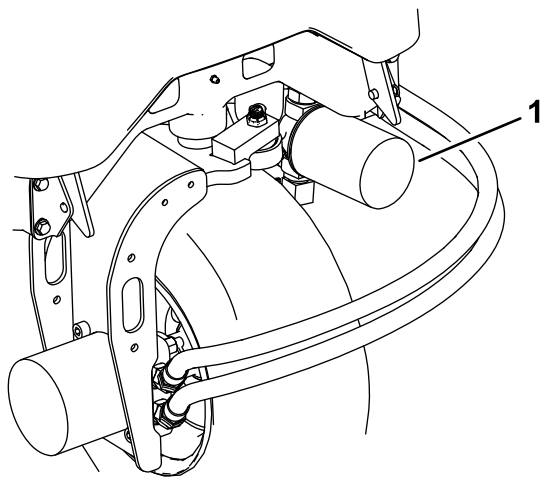
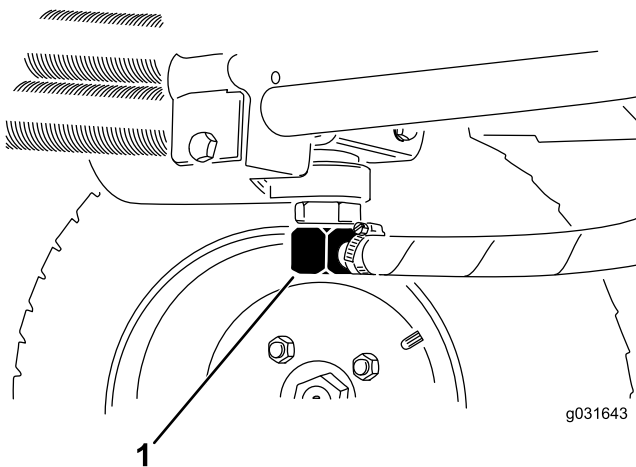

图 63
图 64
- 清洁滤芯安装区周围的区域在滤芯下面放置一个放油盘然后拆下滤芯 图 63 。
2. 断开液压管线与油箱的连接或卸掉液压油滤芯让液压油流入放油盘图 63 和图 64。
3. 液压油停止排出时安装液压管线图 64。